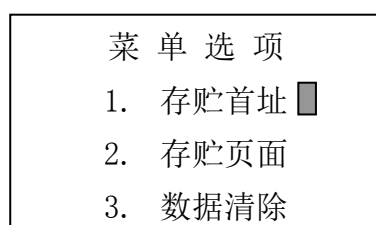

图 15 主菜单操作界面
在开机菜单界面下，按“SET”键进入主菜单，出现如下图所示界面。在进入主菜单操作界面后，可以通过按“▲”或“▼”键来改变菜单选项，光标（图 15 中以黑色长方形表示）或菜单内容会随着菜单选项的变更作相应的移动或变化。“↵”键按下后，则光标所对应的项被选则，并执行该选项的操作程序。
在进入“数据恢复”状态后，保电 SRAM 内的所有被置上删除标记的历史测值记录均做恢复处理，这样在“数据浏览”的时候又能被完整显示，在“数据上传”的时候能正常上传。待“数据恢复”结束后，程序自动返回主菜单界面（如图 15）。
在进入“定时关机”操作界面后，可以通过“▲”或“▼”按键变更光标（图中以黑色长方形表示）位置。“↵”键按下，则光标所对应的选项被选中，同时“定时关机”信息被更改并保存至保电 SRAM 的相应存贮单元中，程序返回主菜单界面（如图 15）。
- 3) 定时关机由于对菜单选项的变更情况作了实时记录，每次返回主菜单界面时的菜单选项内容或光标位置可能与图 15 所示内容不一致，只要被显示的菜单选项内容符合菜单选项集合定义的内容，便属于正常现象。
在 22 或图 23 信息界面下，按“菜单”键，程序返回主菜单界面（如图 15）。
**注意：**由于对菜单选项的变更情况作了实时记录，每次返回主菜单界面时的菜单选项内容或光标位置可能与图 15 所示内容不一致，只要被显示的菜单选项内容符合菜单选项集合定义的内容，便属于正常现象。
**注意：**由于对菜单选项的变更情况作了实时记录，每次返回主菜单界面时的菜单选项内容或光标位置可能与图 15 所示内容不一致，但只要被显示的菜单选项内容符合菜单选项集合定义的内容，便属于正常现象。